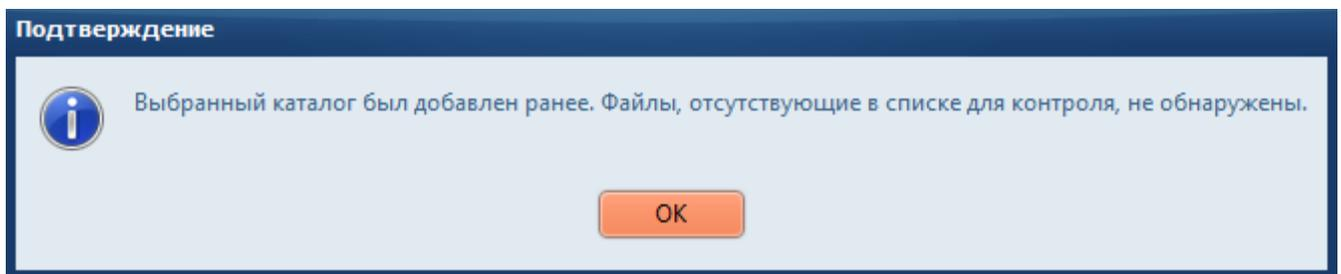

Рисунок 18 – Сообщение при повторном добавлении каталога
**Примечание:** при выборе каталога, содержащего файлы электронной информации, который был добавлен ранее, появляется окно с сообщением о дублировании (Рисунок 18).